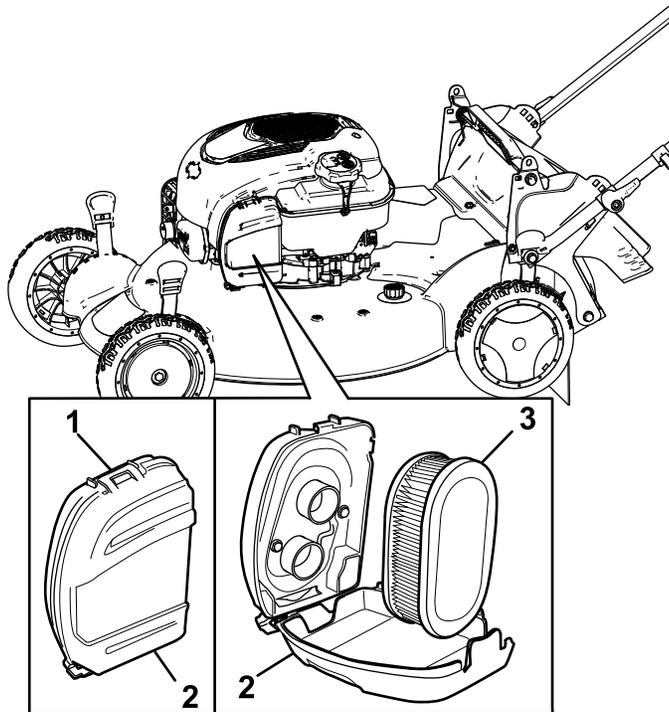

Рисунок 32
1. Расфиксируйте защелку в верхней части крышки воздушного фильтра (Рисунок 32).
2. Извлеките воздушный фильтр (Рисунок 32).